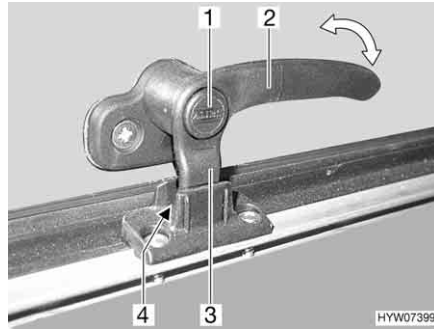
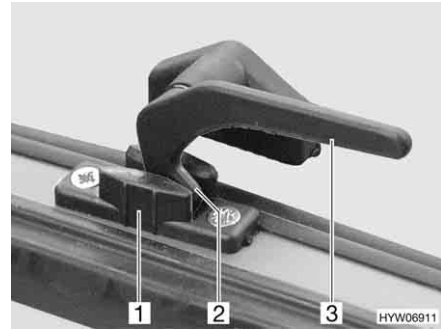

Fig. 55 Palanca de bloqueo con botón de seguridad en la posición de "ventilación continua"
Fig. 56 Palanca de bloqueo en la posición de "ventilación continua"
- En la posición "ventilación continua" (Fig. 55 y Fig. 56)
- Si existe, pulsar el botón de seguridad (Fig. 55,1) y mantenerlo pulsado.
- Girar la palanca de bloqueo (Fig. 55,2 ó Fig. 56,3) un cuarto de vuelta hacia la mitad de la ventana.
- Girar de nuevo hacia atrás la palanca de bloqueo. El saliente de bloqueo (Fig. 55,3 ó Fig. 56,2) de la palanca de bloqueo se ha de introducir para ello en el rebaje del bloqueo de la ventana (Fig. 55,4 ó Fig. 56,1).
- Si existe, soltar el botón de seguridad (Fig. 55,1).